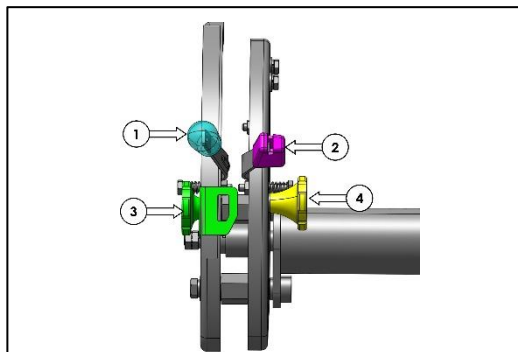

Fig. 184 : LEVIERS DE COMMANDE D'ATTELAGE À TROIS POINTS
Les commandes de l'attelage à trois points sont situées sur le côté droit du siège conducteur (Fig. 184) :
1. Levier de régulation de traction (élément 1 sur la Fig. 184) : permet de contrôler et positionner l'outil attelé au-dessus du sol.
2. Levier de réglage de position (élément 2 sur Fig. 184) : permet de régler la profondeur de l'outil de travail du sol.
3. Molette d'arrêt : commande de position (élément 3 sur Fig. 184)
4. Molette d'arrêt : commande de force de traction (élément 4 sur Fig. 184)
La molette de verrouillage (élément 3 sur Fig. 184) permet de bloquer la butée réglable à la position souhaitée. Dans la plage de réglage de position, le levier sert à : soulever et abaisser l'attelage du tracteur, porter ou maintenir l'outil attelé à différentes hauteurs fixes au-dessus du sol. La vitesse de descente de l'outil est approximativement proportionnelle à la vitesse de déplacement du levier.
La molette de verrouillage (élément 4 sur Fig. 184) permet de bloquer la butée réglable, ce qui indique lorsque la profondeur de travail souhaitée est atteinte. Plus le levier est abaissé, plus l'outil pénétrera profondément dans le sol. À l'inverse, plus le levier est proche de la position « Haut », plus l'outil travaille en surface.